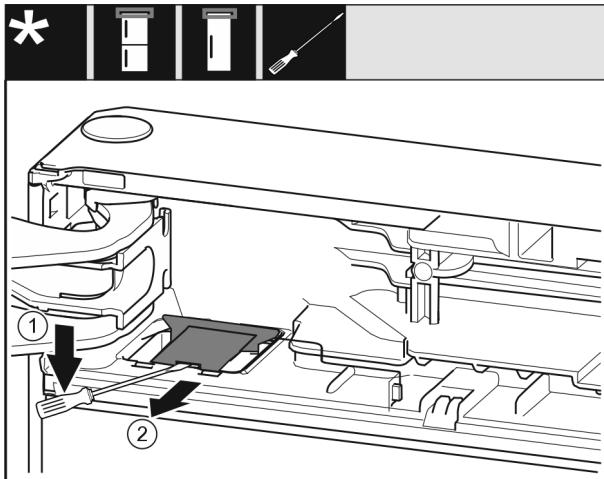

Fig. 10
- ▶ Cu o șurubelnită plată deblocați și ridicați apărătoarea. Fig. 10 (1)
- ▶ Extractează apărătoarea. Fig. 10 (2)